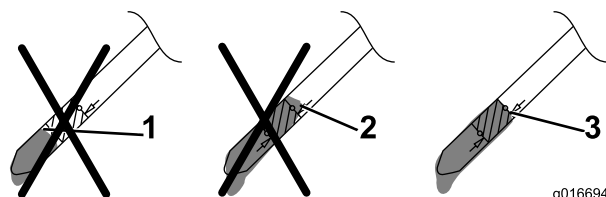

Figure 13
5. Sortez de nouveau la jauge et contrôlez le niveau d'huile ; voir Figure 13.